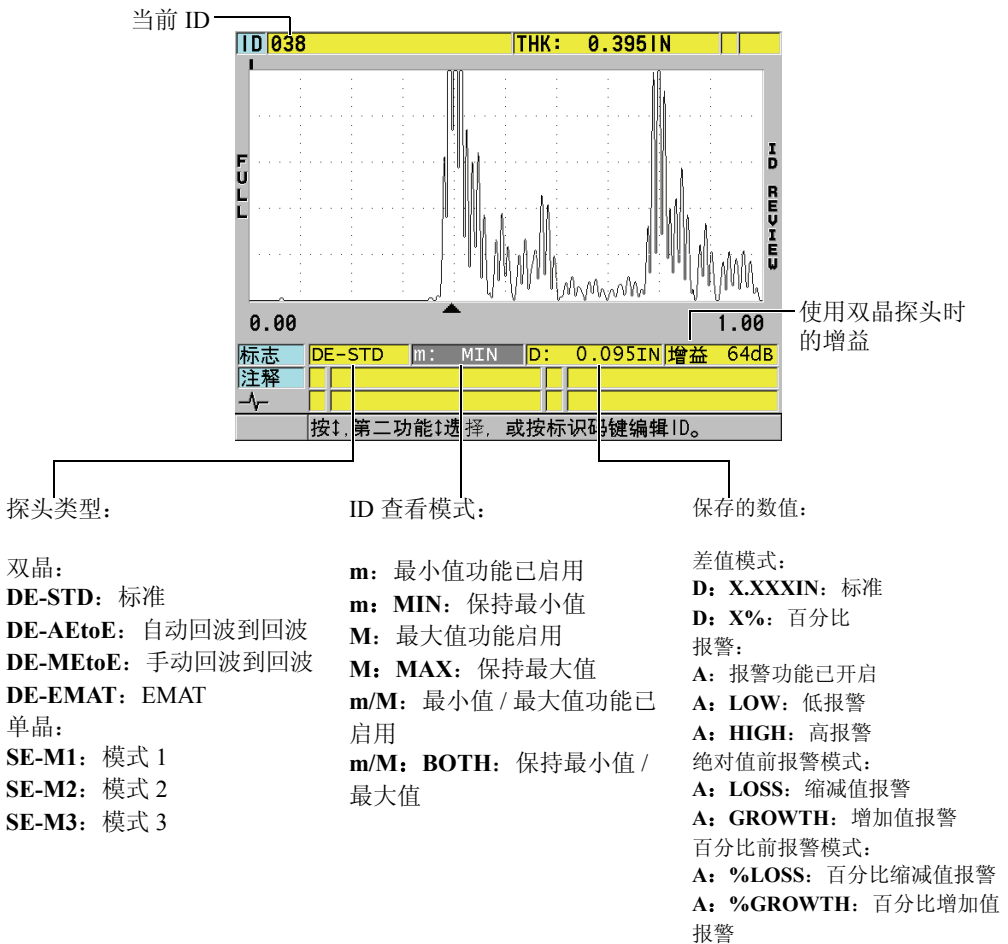

图 11-27 ID 查看屏幕的内容
第 172 页的图 11-27 为一个 ID 查看屏幕的示例，并介绍了其中的内容。波形下方的区域用于显示所存储的厚度值的状态标志。这些标志与用发送指令传输数据时所使用单字母的缩写相同（参见第 215 页的 14 部分）。
3. 在 ID 查看屏幕中（参见第 172 页的图 11-27）：